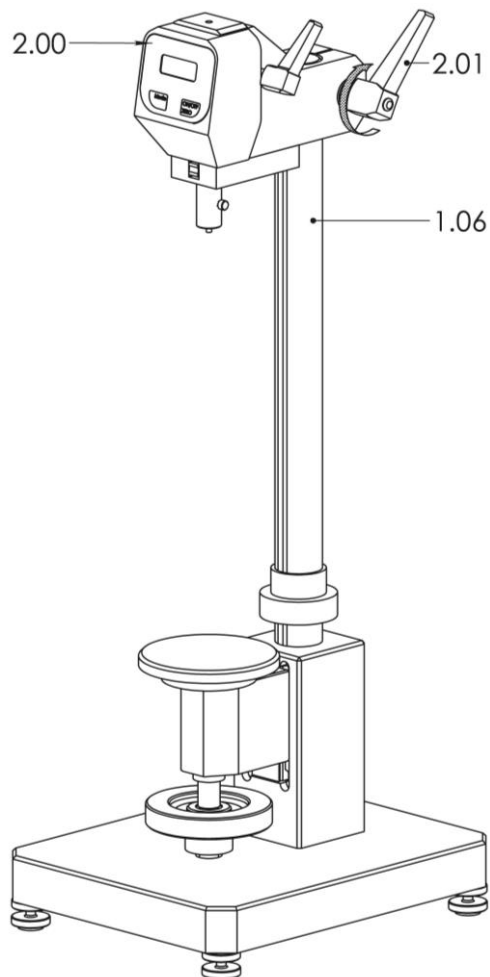

РИС. 3 УСТАНОВКА ИЗМЕРИТЕЛЬНОГО УСТРОЙСТВА НА ИСПЫТАТЕЛЬНОЙ СТОЙКЕ
- Закрепите измерительное устройство (2.00,Рис.3) в верхней трети стойки (1.06,Рис.3) с помощью рычага (2.01,Рис.3).
Зажимной рычаг (2.01,Рис.3) можно отрегулировать , сняв его.